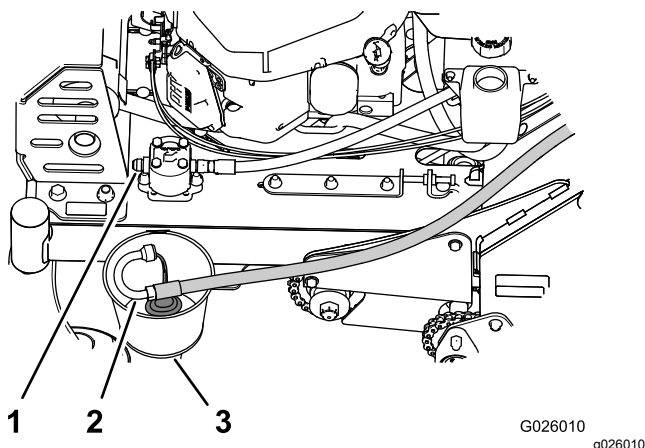

Figure 56
- À l'avant de la pompe hydraulique auxiliaire, débranchez le flexible d'entrée du raccord hydraulique sur la pompe, placez l'extrémité du flexible dans un bac de vidange et vidangez l'huile (Figure 56).